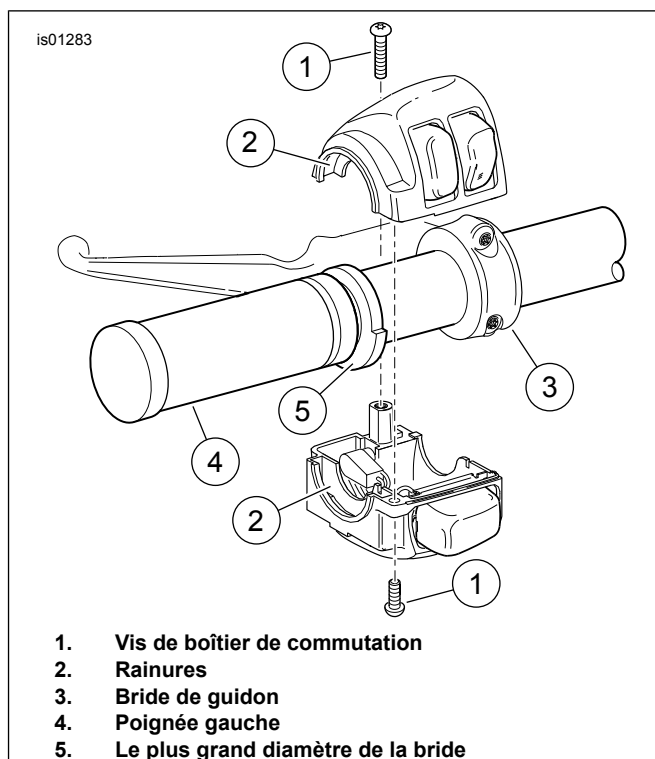

Figure 4. Boîtier de commutation gauche du guidon
3. Consultez Figure 4 . Positionnez la poignée chauffante de gauche (4) de manière à ce que la partie de plus grand diamètre de la bride (5) soit en bas. Poussez complètement la poignée dans le guidon.
4. Positionnez le boîtier de commutation inférieur sous la poignée de manière à ce que les rainures (2) extérieures du boîtier de commutation soient ajustées à la bride à l'extrémité de la poignée.
14. Reportez-vous à Figure 4 , qui montre le montage similaire de l'interrupteur du côté gauche. Positionnez le boîtier de commutation inférieur sous la poignée de manière à ce que les rainures (2) extérieures du boîtier de commutation soient ajustées à la bride à l'extrémité de la poignée.